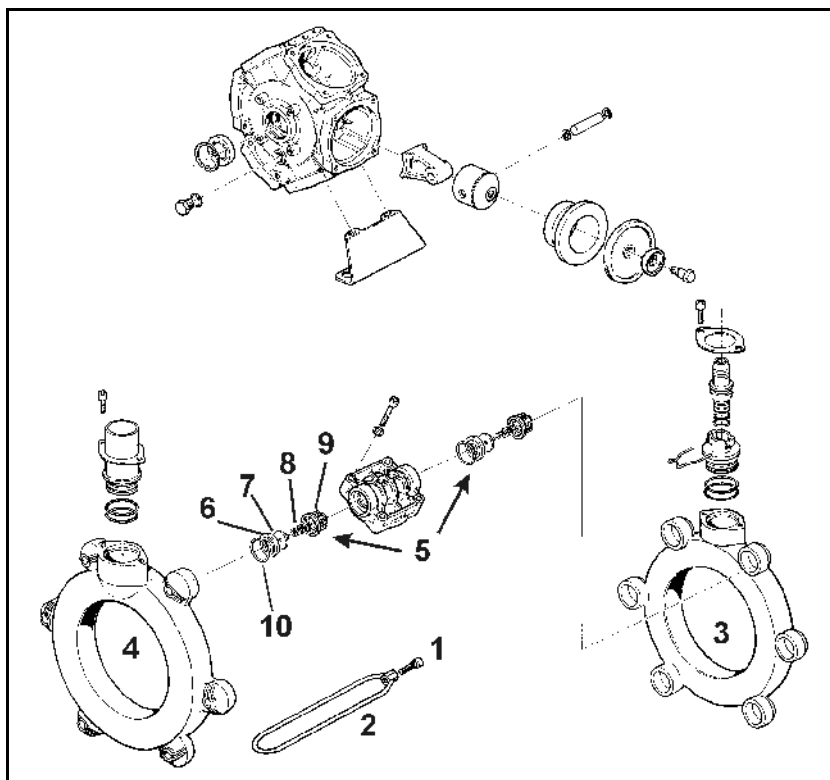

Fig. 148
1. Oljenivået skal være synlig i markeringen (Fig. 148/1) når pumpen står stille i vannrett stilling.
2. Lokket (Fig. 148/2) tas av og olje fylles på når oljenivået ikke er synlig i markeringen (Fig. 148/1).
2. Ta av lokket (Fig. 148/2).
5. Inngangsakselen dreies vekselvis mot høyre og venstre samtidig som det fylles langsomt på olje. Den korrekte oljemengden er påfylt når oljen er synlig i markeringen (Fig. 148/1).
- Legg merke til hvordan ventilene på suge- og trykksiden er montert før du demonterer ventilgruppene (Fig. 148/5).
- Når delene monteres igjen, må du påse at ventilstyringen (Fig. 148/9) ikke skades. Skader kan føre til at ventilene blokkeres.
- Skruene (Fig. 148/1) må alltid skrus fast over kryss med det oppførte dreiemomentet. Er ikke boltene strammet korrekt, gjør det at pumpen blir utett.
2. Løsne skruene (Fig. 148/1) og fjern spennbøylen (Fig. 148/2).
3. Ta av suge- og trykkrøret (Fig. 148/3 og Fig. 148/4).
4. Ta av ventilgruppene (Fig. 148/5).
5. Kontroller om ventiletet (Fig. 148/6), ventilen (Fig. 148/7), ventilmørene (Fig. 148/8) og ventilstyringen (Fig. 148/9) er skadd eller slitt.
6. Ta av o-ringene (Fig. 148/10).
8. Når ventilgruppene (Fig. 148/5) er kontrollert og rengjort, monteres de igjen.
9. Sett på nye o-ringer (Fig. 148/10).
10. Flens suge- (Fig. 148/3) og trykkanalen (Fig. 148/4) på pumpehuset og monter spennbøylen (Fig. 148/2).
11. Trekk til skruene (Fig. 148/1) over kryss med et dreiemoment på **11 Nm**.